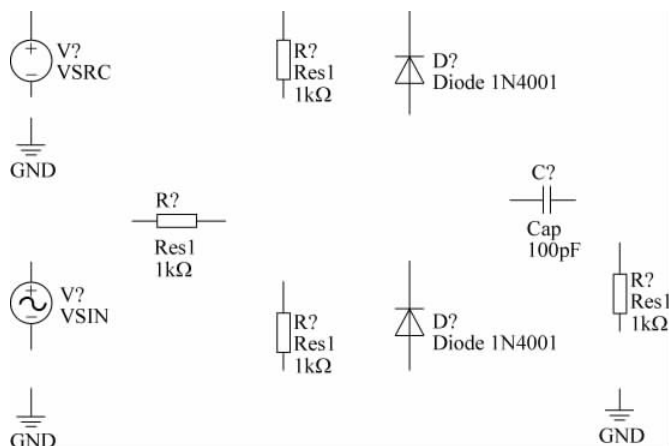

图 3-23 放置元器件和信号源
- (1) 从 Miscellaneous Devices.IntLib 库中分别找到名字为 Res1 的电阻元件、名字为 Cap 的电容器件、名字为 1N4001 的二极管(必须选择 Model Type 为 Simulation 的元件),并将这些元器件按照如图 3-23 所示的位置进行放置。
- (2) 从 Simulation Sources.IntLib 库中找到名字为 VSRC 和 VSIN 的元件,并按照如图 3-23 所示的位置进行放置。
(3) 单击 AD 主界面下工具栏内的  按钮, 将 GND 按照如图 3-23 所示的位置进行放置。